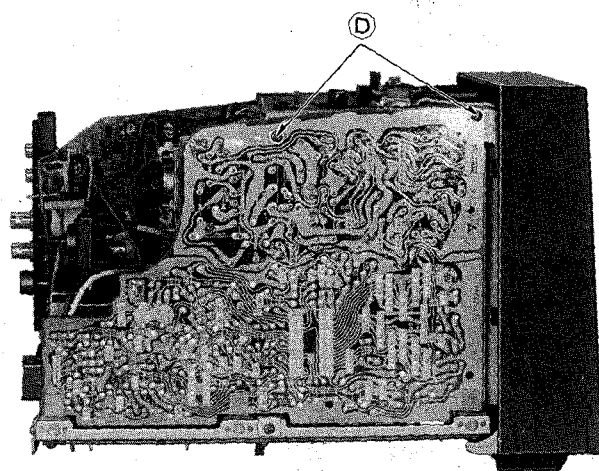

Fig. 4 Abb. 4
1. Remove 2 screws (D) as shown in fig. 4.
1. Die 2 Schrauben (D) entfernen, wie in Abb. 4.